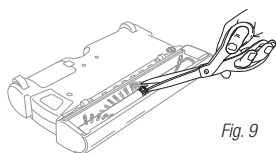

Fig. 9
- 3 Enlevez les ficelles, les fibres et les cheveux enroulés autour du rouleau de la brosse. À l'aide de ciseaux, coupez soigneusement le long du guide surélevé afin de retirer tout objet enroulé autour du rouleau de la brosse. Évitez de couper et d'endommager les soies de la brosse. (Fig. 9)